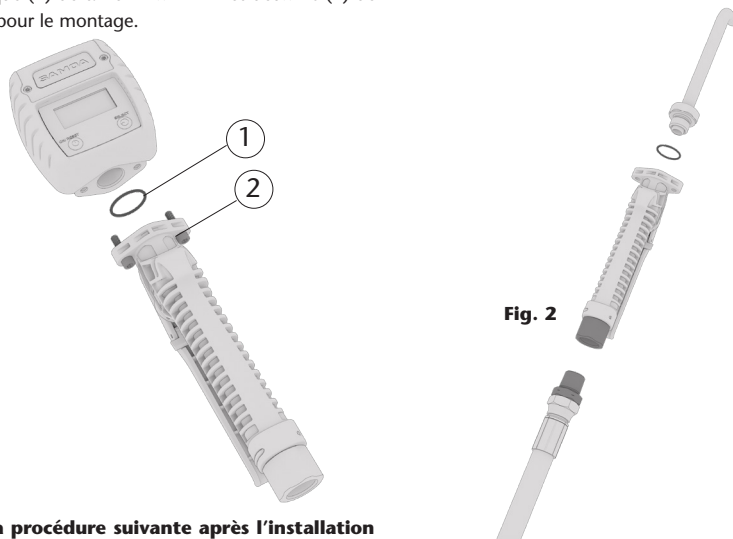

Fig. 2
- Pour raccorder le pistolet au réseau, tenir fermement le corps du pistolet et l'extrémité du tuyau tout en faisant tourner l'extrémité libre de l'émerillon jusqu'à obtenir le serrage souhaité (Fig. 2). L'étanchéité peut être obtenue en appliquant un produit d'étanchéité ou une bande de PTFE.
- Un dispositif de mesure peut être fixé au pistolet par la bride du pistolet. Utiliser un joint torique (1) de taille 24 et Joint torique (1) de taille 24 x 2 mm et deux vis (2) de M5 x 20 pour le montage.